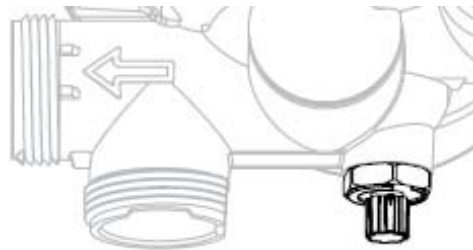

Figura 8. Regulador de mezcla (mezclador dureza residual)
- En el lateral izquierdo de la válvula está situado un regulador de dureza residual, el cual se regulará para dar una dureza de salida entre 8-10°F, óptima en instalaciones domésticas. Su ajuste se obtiene girándolo manualmente hasta que se consiga la dureza residual adecuada. Si se gira a la derecha el regulador, se abre la mezcla de agua y, por tanto, la dureza residual se irá incrementando (Figura 8).